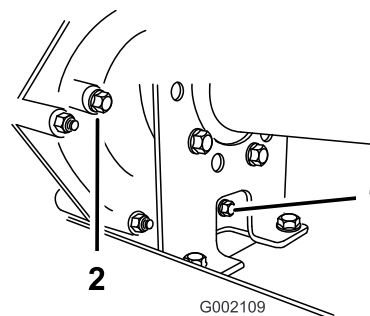
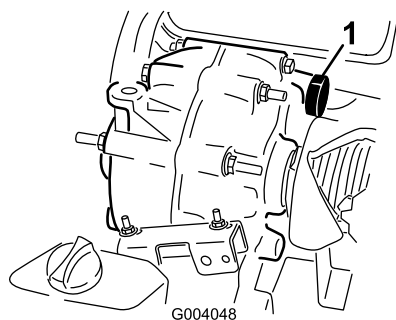

Рисунок 47
Рисунок 48
2. Тщательно протрите места вокруг пробок заливного и сливного отверстий ветошью (Рисунок 47).
4. Снимите пробку заливного отверстия, повернув ее против часовой стрелки (Рисунок 47).
5. Снимите пробку заливного отверстия, повернув ее против часовой стрелки (Рисунок 47).
6. Установите и затяните пробку сливного отверстия с прокладкой в сливное отверстие трансмиссии (Рисунок 47).
7. Долейте в бак (Рисунок 48) через заливное отверстие приблизительно 1,4 л масла указанного типа или пока уровень масла в трансмиссии не станет на уровне нижней части резьбы. (Рисунок 47).
8. Установите и затяните пробку заливного отверстия с прокладкой в заливное отверстие трансмиссии (Рисунок 47).
10. Проверьте уровень масла и долейте его, если уровень масла ниже нижней части резьбы заливного отверстия (Рисунок 47).